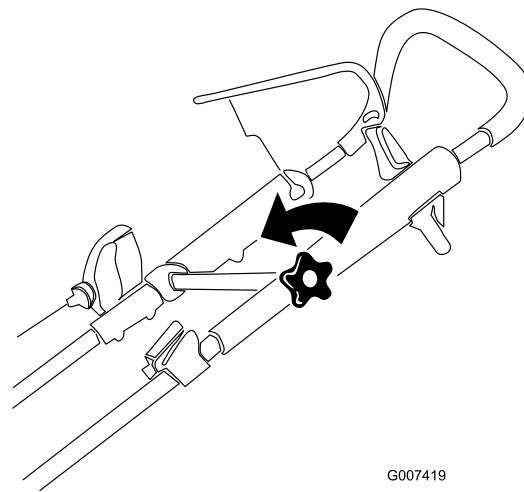

Рисунок 17
1. Ослабьте головку верхней части рукоятки (Рисунок 17).